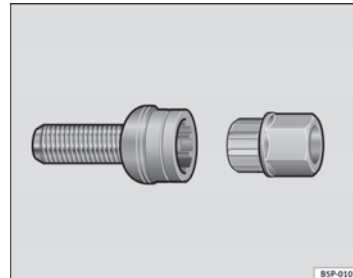

Abb. 178 Diebstahlhemmende Radschraube
- Setzen Sie den Adapter bis zum Anschlag in die diebstahlhemmende Radschraube ein ⇒ Abb. 178.